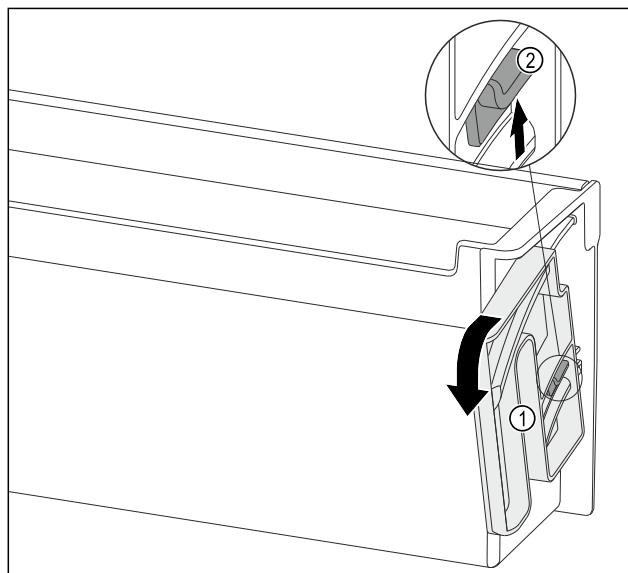

Fig. 94
- Поверните поворотный блок *Fig. 94 (1)* по указанном направлении до упора.
- Выjmите накладку *Fig. 94 (2)* вверх и осторожно извлеките поворотный блок *Fig. 94 (1)*.